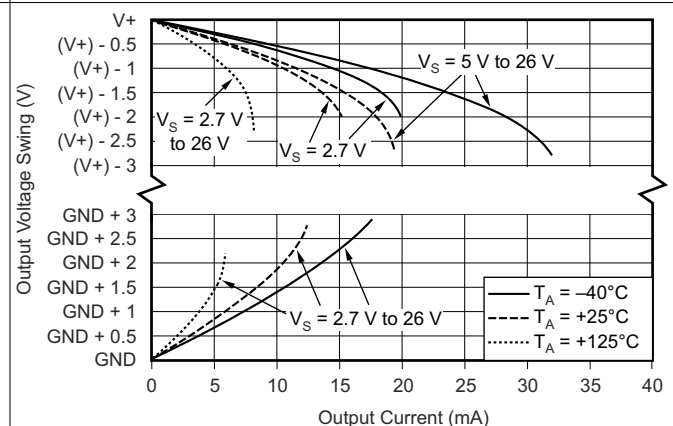

図 5-10. 出力電圧スイングと出力電流との関係
(1) RTI = 入力基準。
(2) セクション 5.6 セクションの 図 5-10 を参照してください。
(3) 実製品の検査は行っていない。